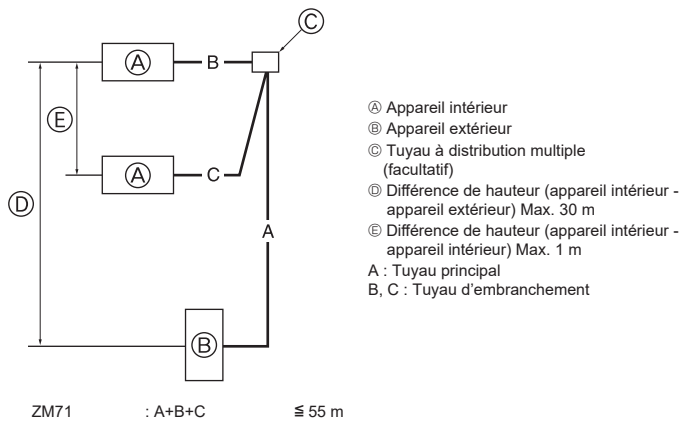

Fig. 4-7
4.8. Pour combinaison double/triple (Fig. 4-7)